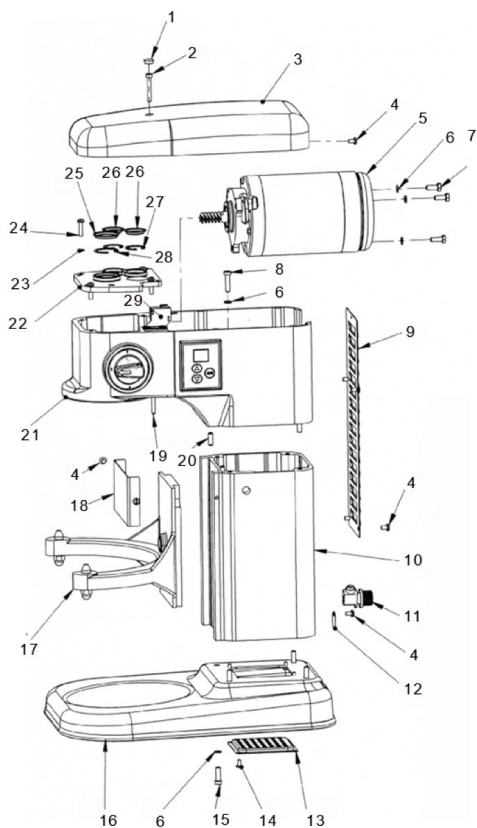

Fig. 1 Corpo principale dell'apparecchio
- Corpo principale dell'apparecchio (Fig. 1);
## Elenco di pezzi dell'apparecchio sulla Fig. 1